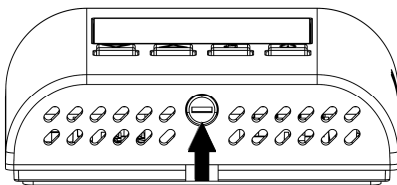

Fig. 2
- 1 Appuyer, avec l'aide d'un tournevis, sur la languette en plastic dans la fente située sur le côté gauche, de manière à soulever légèrement le haut du boîtier (Fig. 2).